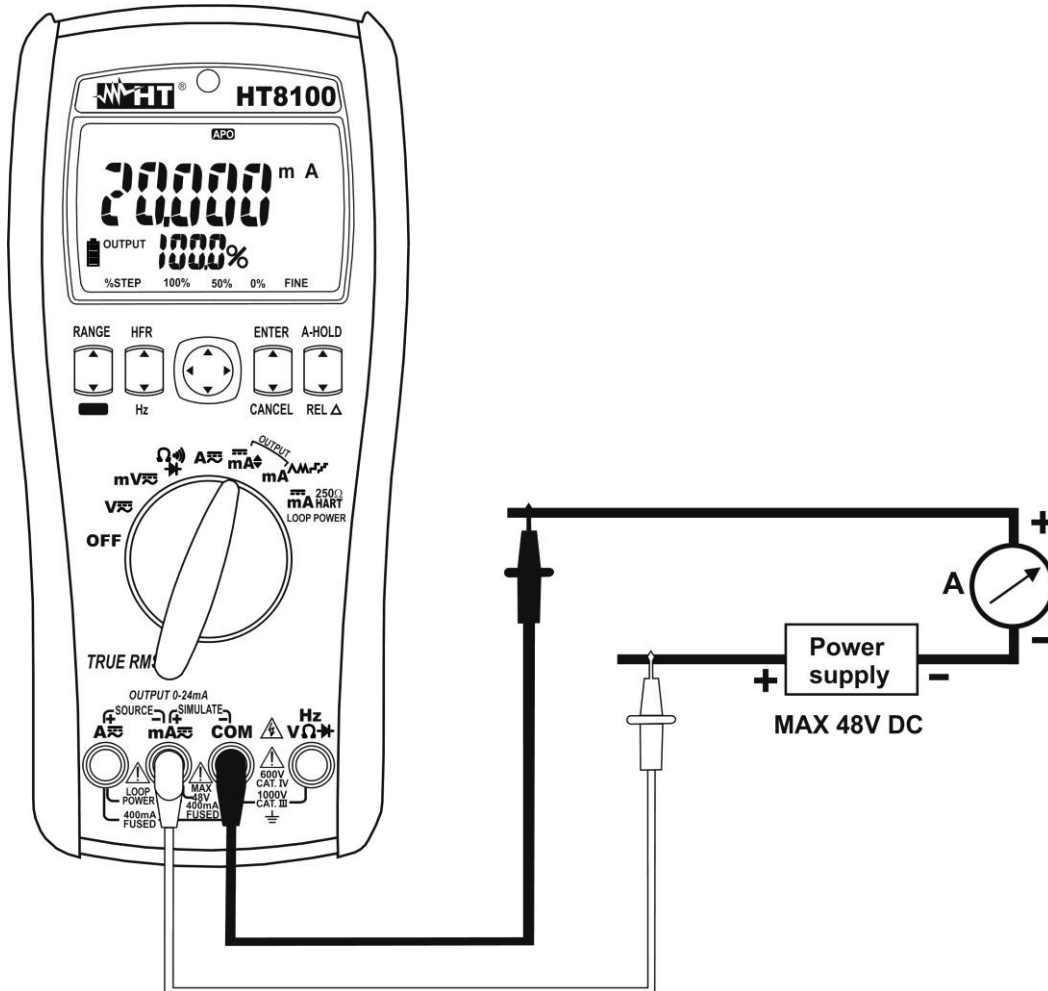

Fig. 9: Uso dello strumento per simulazione di un trasduttore
5. Posizionare il puntale rosso ed il puntale nero rispettivamente nei punti a potenziale positivo della sorgente esterna e positivo del dispositivo esterno di misurazione (ex: multimetro – vedere Fig. 9)